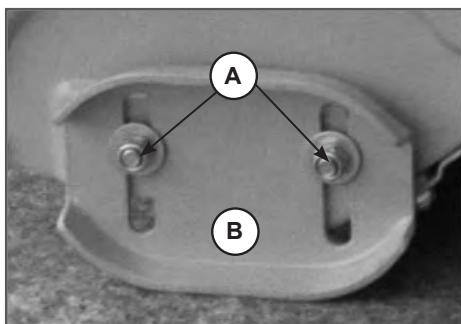

Рис. 27
2. Ослабьте гайки крепления положка (A), Рис. 27) и установите положок (B) на необходимую высоту. Снова затяните гайки.